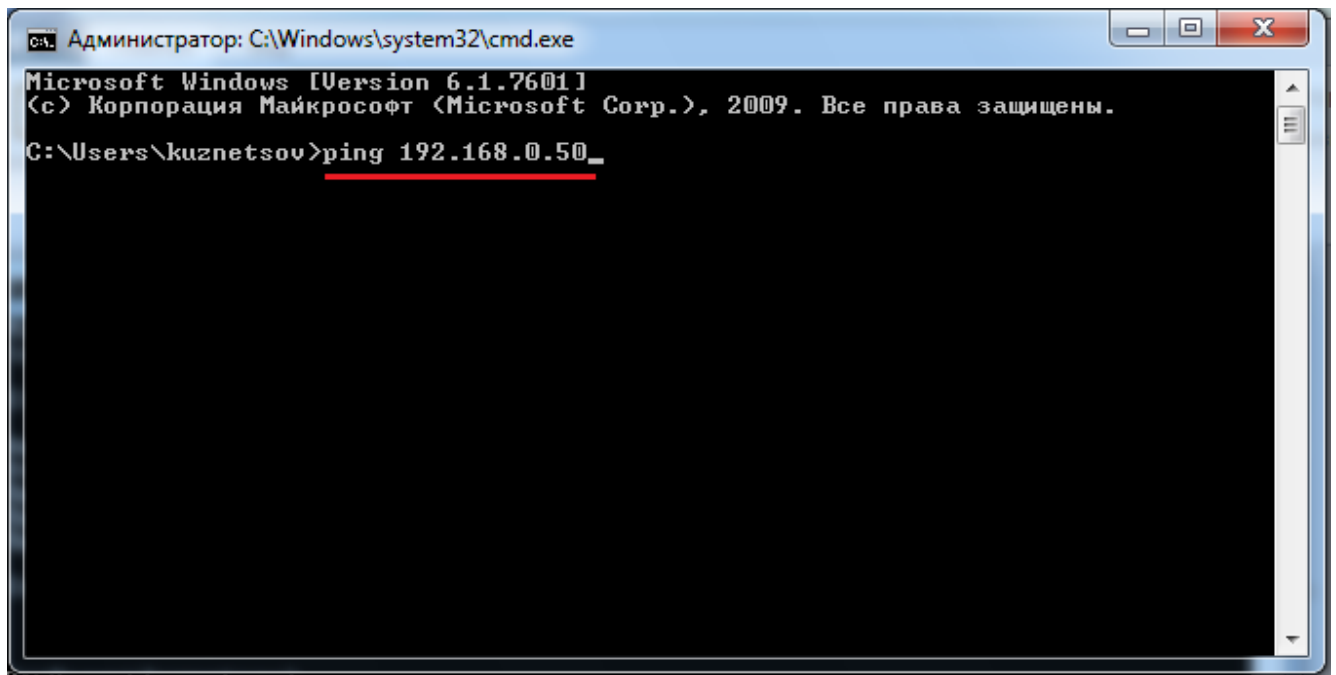

Рисунок 36. Окно «Администратор»
- нажать «**OK**». В появившейся командной строке», см. Рисунок 36, вводим команду «**ping**», пробел и адрес контроллера «**192.168.0.50**»: